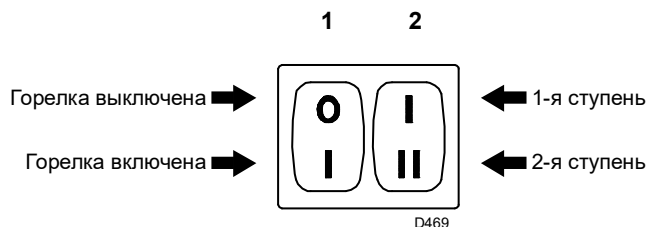
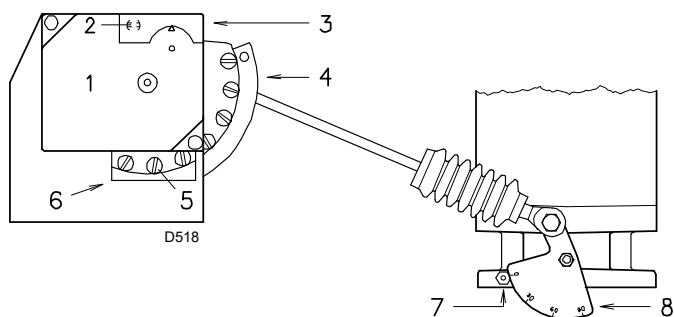

Рис. 22
Рис. 23
- Переключатель 1)(Рис. 22) в положение «ГОРЕЛКА ВКЛЮЧЕНА».
- Переключатель 2)(Рис. 22) в положение «1 СТУПЕНЬ».
Согласно вышеописанной информации горелка включена и работает на 1-й ступени. Теперь следует переместить переключатель 2)(Рис. 22) в положение 2-й ступени: сервопривод откроет воздушную заслонку, а вместе с ней и дроссельный газовый клапан на 90°.
Постепенно измените конечный профиль кулачка 3)(Рис. 23) посредством винтов 5).
Установите переключатель 2)(Рис. 22 на стр. 23) в положение 1-й ступени: сервопривод 1)(Рис. 23) закроет воздушную заслонку, а вместе с ней и дроссельный газовый клапан до 15°, то есть до угла, заданного на заводе.
- Если его нужно повысить, переключитесь на 2-ю ступень при помощи переключателя 2)(Рис. 22 на стр. 23) и немного увеличьте угол оранжевого кулачка небольшими последовательными перемещениями, то есть перейдите с угла 15° на 17°, 19° и т. д. Затем вернитесь на 1-ю ступень и измерьте расход газа.
Постепенно измените начальный профиль кулачка 3)(Рис. 23) посредством винтов 4). По возможности не крутите первый винт, так как он является винтом полного закрытия воздушной заслонки.
Выключите горелку при помощи переключателя 1)(Рис. 22 на стр. 23) и при помощи промежуточных винтов кулачка отрегулируйте его плавный наклон.